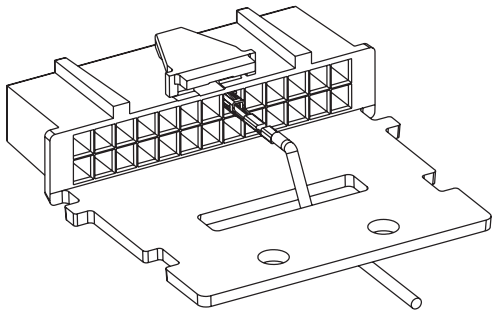

图 1a 耐扭式线扣
6. 如图 1a 所示将电线穿过接口，若有多个附件连接到车载台，请按图 1b 所示穿引电线，并在完成步骤 7 后用扎线带固定电线。